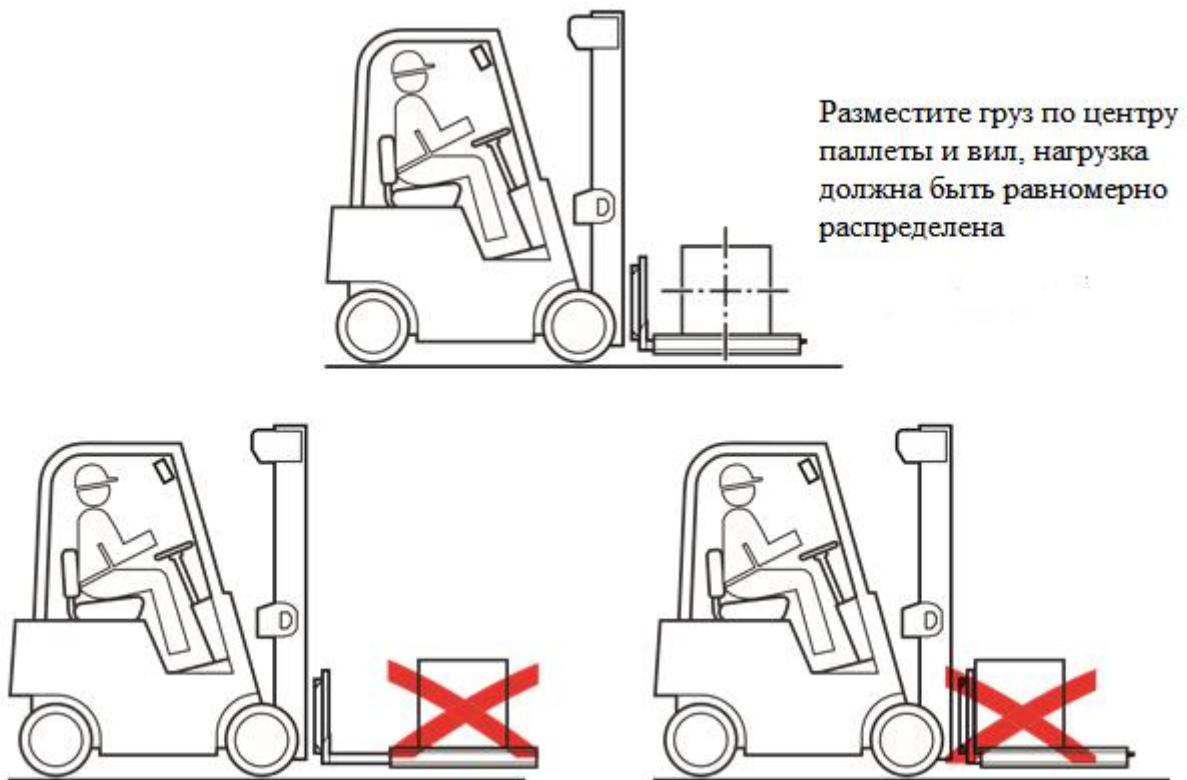

Рисунок 6.1 Размещение груза на модуле FS
6.1 Разместите груз на модуле FS и поднимите на высоту от 100 до 300 мм. Следите за правильным размещением груза на модуле FS (рис. 6.1)